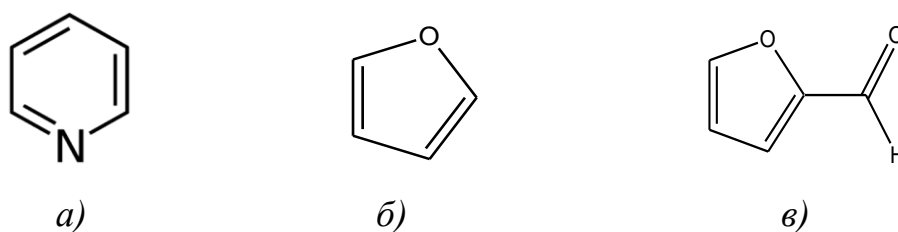

Рис. 1.3. Скелетные формулы гетероциклических соединений:
3. Гетероциклические соединения – в молекулах этих соединений **в цикл** кроме углерода входят атомы других элементов, чаще всего это атомы азота или кислорода. Ниже представлены скелетные формулы фурана и фурфурола (рис. 1.3). Фуран является предшественником широко применяемого растворителя тетрагидрофурана.